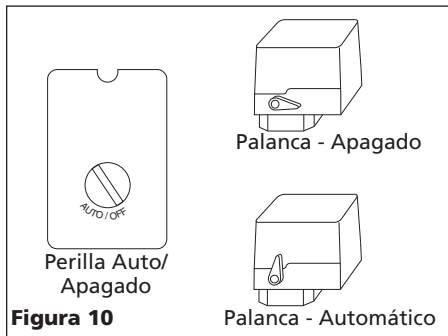

Figura 10
4. Gire la palanca del interruptor de presión o la perilla en la posición AUTO y deje que la unidad opere por 30 minutos para darle un rodaje a las piezas del motor (Vea la Figura 10).